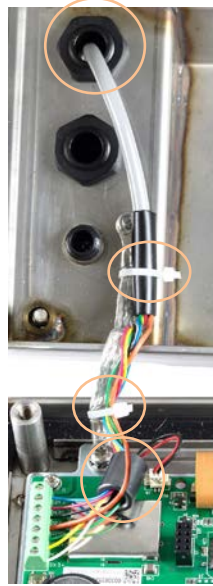

Figura 2-24: Conexión a tierra de la patilla de la celda de carga analógica e instalación de la ferrita, IND236
1. El cable de la celda de carga se dirige hacia dentro de la caja a través del casquillo para cable indicado en la Figura 2-24.